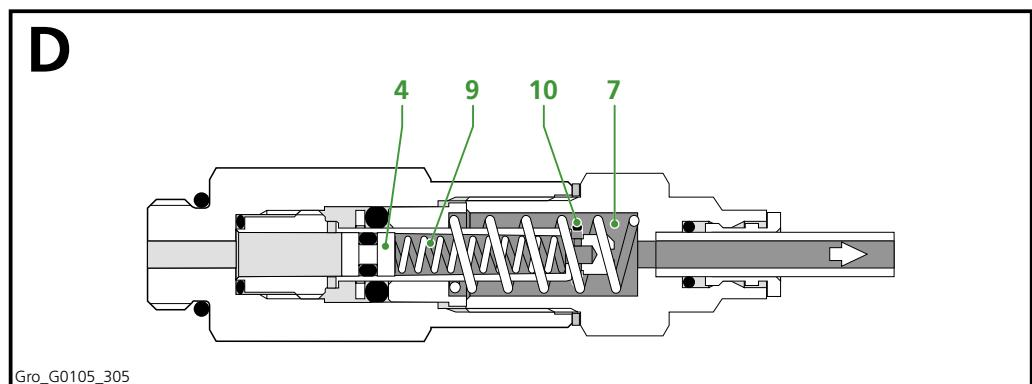

Fig 3.6 Fase D, l'unità di dosaggio durante l'esecuzione della fase D
Il seguente ciclo di lubrificazione si svolge esattamente come la fase B: tuttavia, la camera (9) è in questo caso piena di lubrificante (Fig 3.6). Quando lo stantuffo (4) viene premuto, il lubrificante viene spinto dalla camera (9) verso il punto di ingrasaggio attraverso la camera (7) e il condotto di ingrasaggio. La guarnizione circolare (10) viene in questo caso premuta verso l'esterno in modo tale da fare fuoriuscire il lubrificante dalla camera (9).